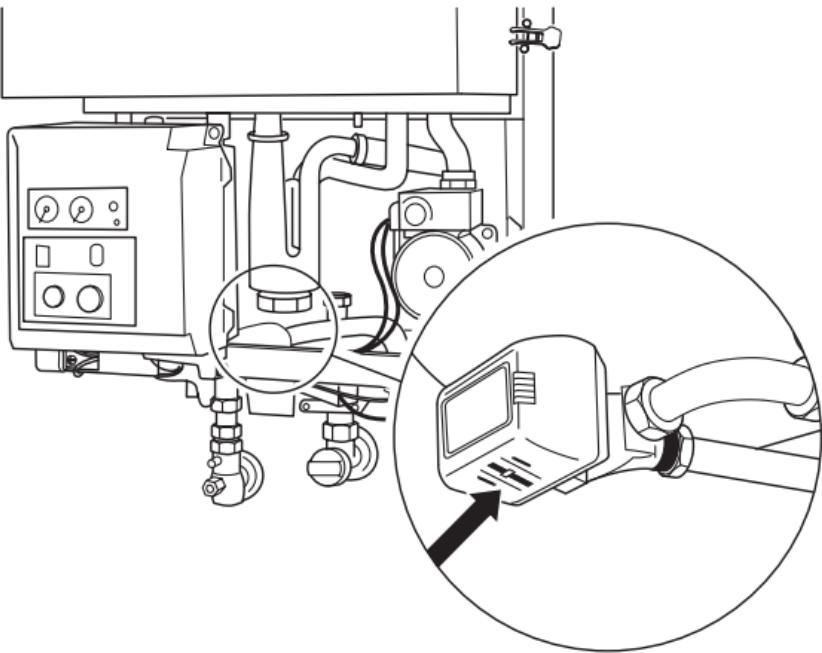

Fig. 5 Valvola a tre vie (non disponibile con apparecchi Single EcoTATA Princess HR11/24 senza accumulatore esterno)
- In apparecchi combi o caldaie con accumulatore esterno, portare la valvola a tre vie (fig. 5) in posizione intermedia. Spingere quindi la leva della valvola a tre vie verso destra premendola con un cacciavite o simile.